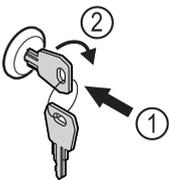

Fig. 171
- Schlüssel hineindrücken Fig. 171 (1).
- Schlüssel um 90° im Uhrzeigersinn drehen Fig. 171 (2).